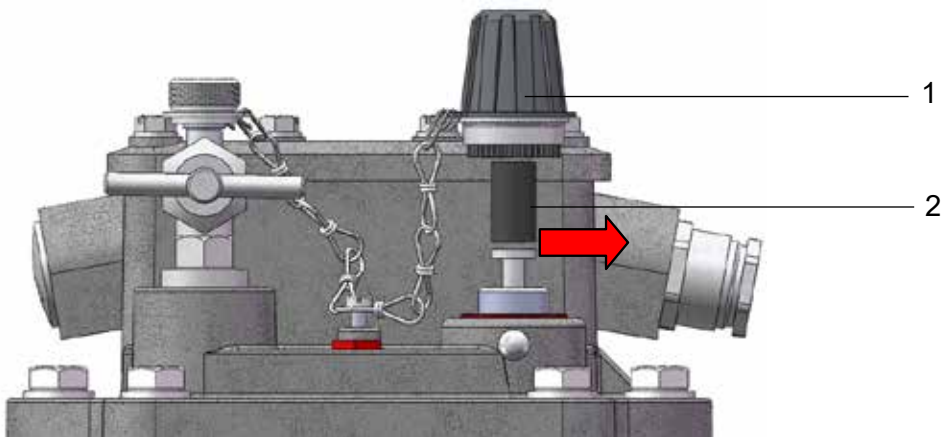

Fig. 3 - Tirar o elemento de bloqueio usado no transporte
- Desenroscar a grande porca de cobertura (Fig. 3/ N° 1)
- Tirar o elemento de bloqueio (Fig. 3/ N° 2), usado durante o transporte, do interior da porca de cobertura